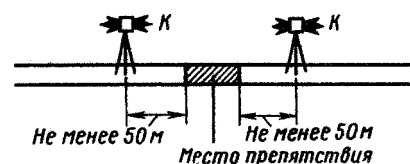
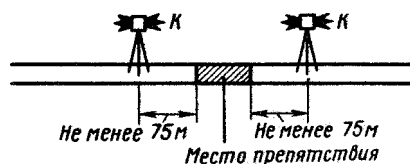

Рис. 1.1
Рис. 1.2
1.1. Места производства работ, требующие остановки поездов, ограждаются переносными красными сигналами *К* (Приложение 1, рис. 1), которые устанавливаются по оси пути с обеих сторон на расстоянии 50 м от границ места производства работ при уклоне до 0,040 (рис. 1.1) и на расстоянии не менее 75 м — при уклоне более 0,040 (рис. 1.2).